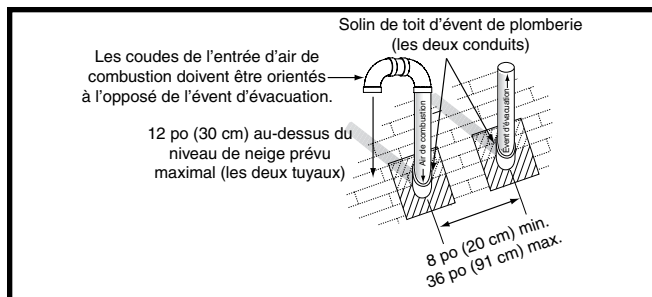

Figure 10. Terminaison d'évent vertical
Les exigences relatives à l'espacement des terminaisons entre le toit et entre chaque terminaison sont indiquées à la Figure 10 \(page 12\). L'endroit où le conduit traverse le toit doit être doté d'un solin approprié et étanche; on peut utiliser un chaperon de toit ou un solin équivalent. La tuyauterie d'évent et la tuyauterie d'air de combustion peuvent être installées dans une cheminée existante non utilisée, à condition que :
- les dégagements de terminaison indiqués à la Figure 10 soient maintenus;